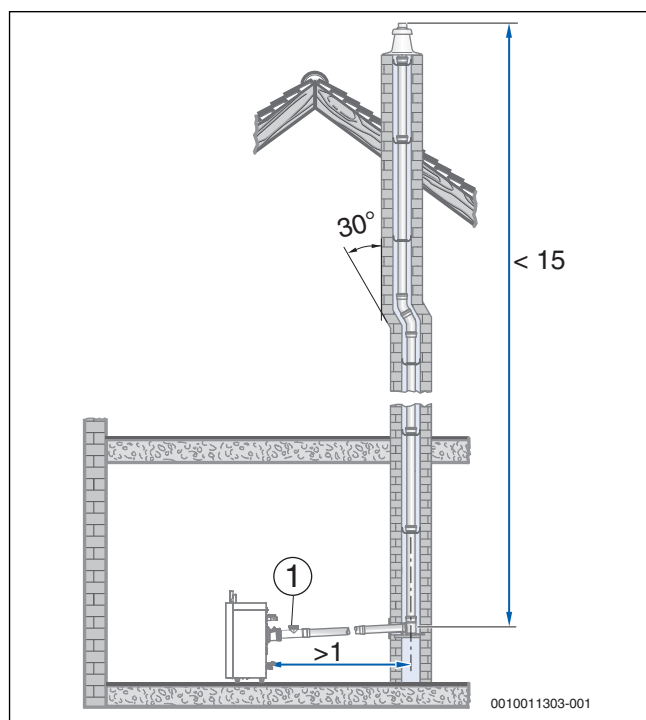
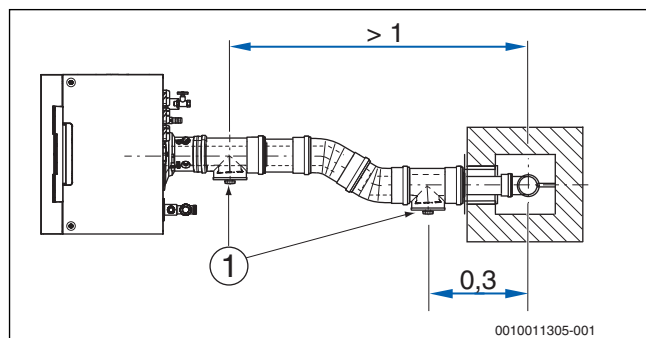

Fig. 7 Exemple : orifice de contrôle dans le local d'installation sans coude (dimensions en m).
Fig. 8 Exemple : orifices de contrôle dans le local d'installation avec coude (dimensions en m).
- sur le côté frontal dans la section droite horizontale de la conduite d'évacuation des fumées au maximum à 1 m de la dérivation dans la section verticale, s'il n'y a pas de dérivation entre (→ fig. 7, page 10) **ou**
- latéralement dans la section horizontale de la conduite d'évacuation des fumées au maximum à 30 cm du coude dans la section verticale (→ fig. 8, page 10).
- si la trappe de visite inférieure est réalisée selon DIN 18160-1 et 18160-5 (pour l'Allemagne) (→ fig. 7 et fig. 8).